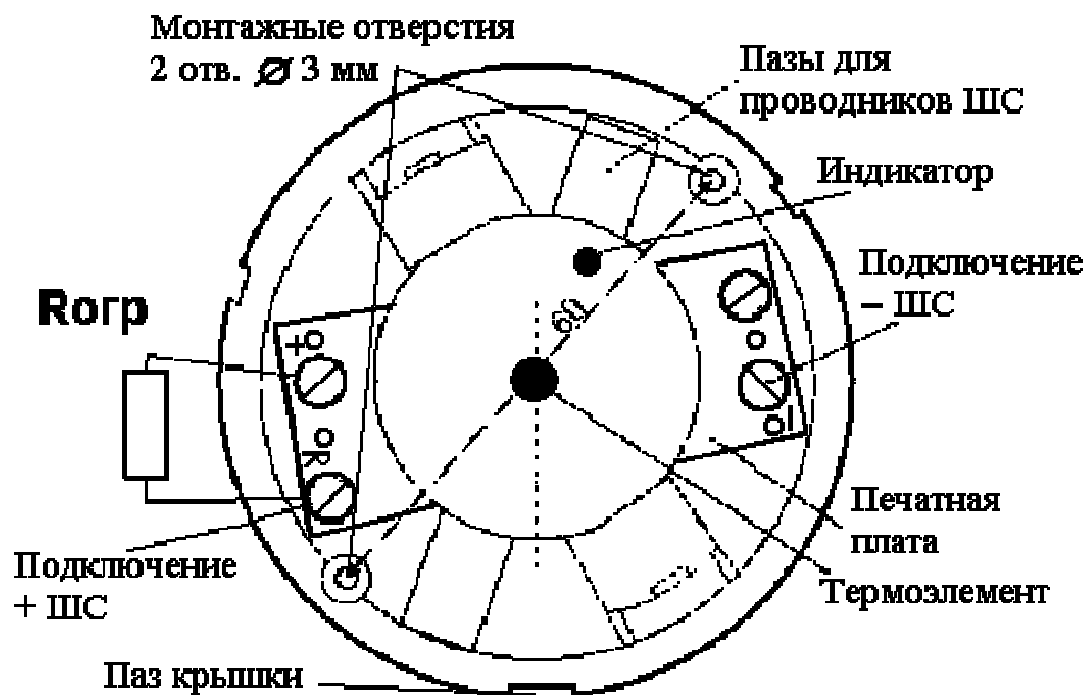

Рис. 2
5.3 Извещатели размещают с учетом габаритных и установочных размеров согласно рис. 2.